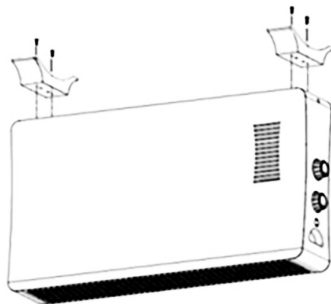

Рис. 1
- Закрепите напольные опоры (6) при помощи винтов, входящих в комплект поставки (рис.1).